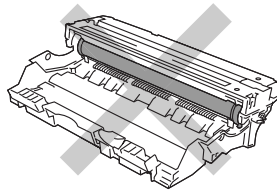

Figura 5-14
- Non toccare le parti raffigurate in grigio nella figura 5-14.